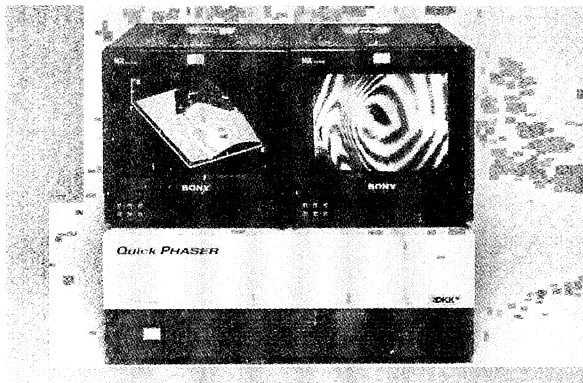

図4 QuickPHASER 外観写真
4. 実時間動的縞画像解析装置 QuickPHASER (図4)